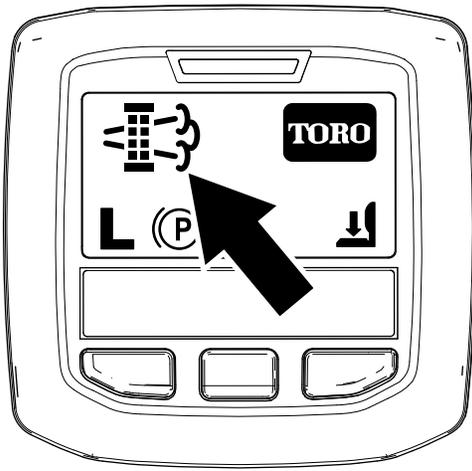

图17
- 当发动机计算机请求进行驻车再生或恢复再生时，再生请求图标 (图17) 将显示在 InfoCenter (信息中心) 中。